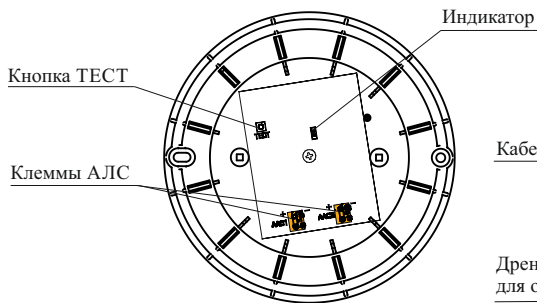

Рисунок 1
4.7 Контроль работоспособности изолятора осуществляется нажатием на кнопку ТЕСТ (рисунок 1). При контроле изолятор переходит в состояние «Тест», при котором индикатор непрерывно светится. Состояние «Тест» удерживается изолятором до получения команды «Снять тест», формируемой прибором. В журнале событий прибора регистрируются записи «Тест есть», а по команде «Снять тест» – «Тест нет».